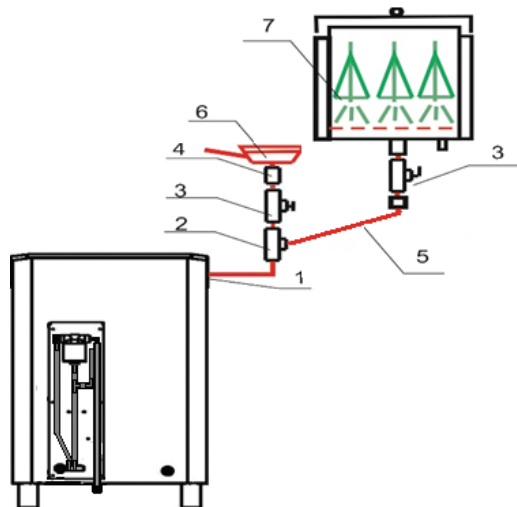

Рис. 8
2.1.2.8 В качестве опции к Устройству возможно подключение Фитозапарника и (или) Веникозапарника в соответствии со схемой подключения рис.8. К штуцеру отбора пара (поз. 1, рис. 8). через кран (поз. 3, рис. 8). подключается Фитозапарник (поз.6, рис. 8), или, посредством гофрированной трубы из нержавеющей стали (поз. 5, рис. 8), Веникозапарник (поз. 7, рис. 8).
При одновременном использовании Фитозапарника и Веникозапарника используется тройник (поз. 2, рис. 8)